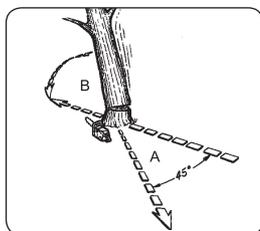

Рис. 12
Предварительно наметьте себе путь для выхода (A) и расчистите его от возможных препятствий перед тем как приступить к выполнению срезов. Маршрут к отходу должен быть в направлении, обратном направлению предполагаемого падения дерева, как это показано на Рис. 12.
Когда дерево начнет падать, уберите пилу из среза, остановите двигатель, оставьте пилу на земле и удалитесь из зоны по наметенному пути для отхода (Рис. 12).